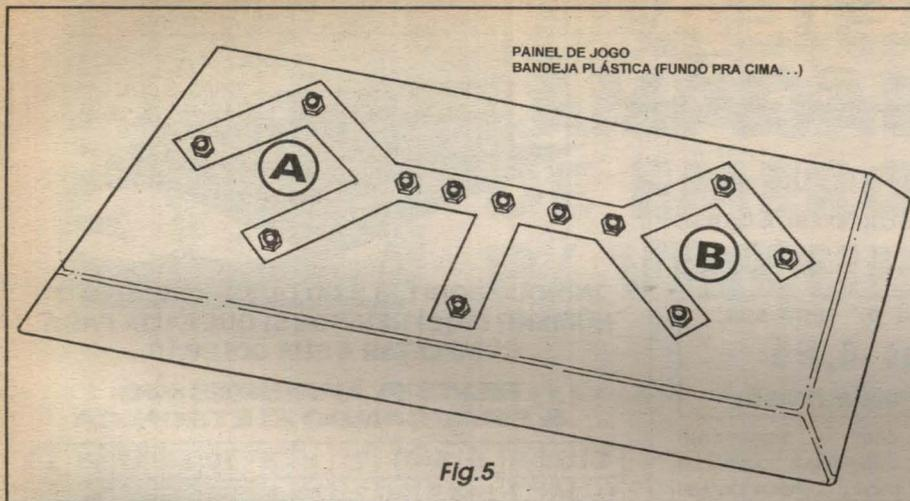

Fig.5
- FIG. 5 - A CARA DO JOM... - Pelo que já foi dito e mostrado, o leitor/hobbysta certamente percebeu a essência da *coisa*, as intenções, regras e objetivos do jogo, além do *jeitão* ou *lay out* externo a ser assumido pelo painel do JOM... Embora muitas soluções visuais externas e finais possam ser adotadas, a mostrada no dia-